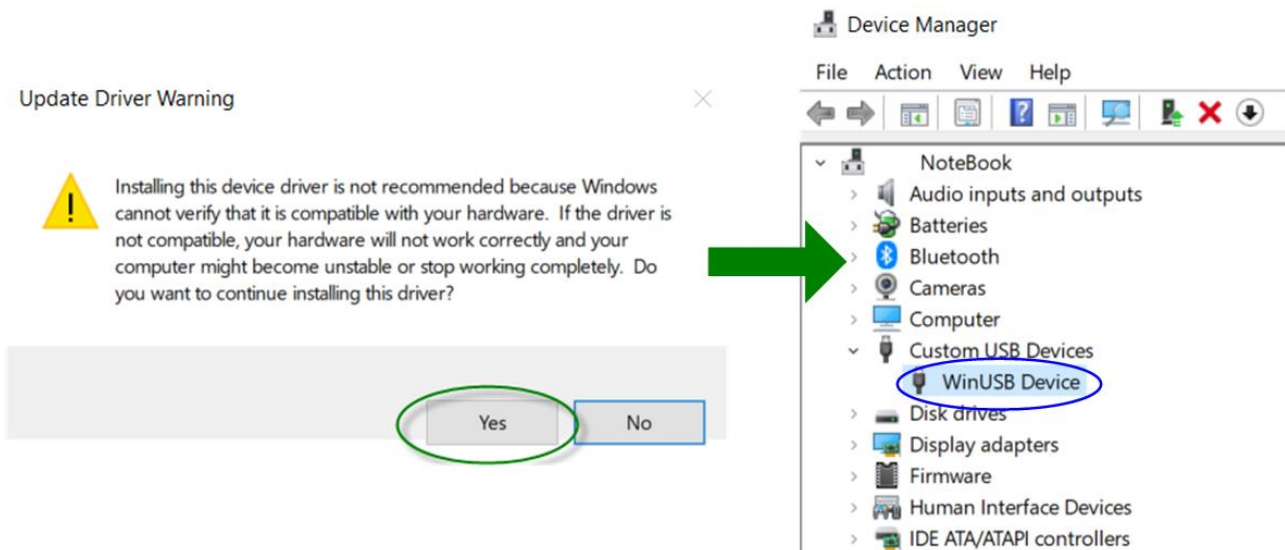

図 18 デバイスドライバのインストール完了
8. 図 18 のような警告ダイアログが表示されますが「はい」を押してデバイスドライバのインストールを完了します。インストール後は「WinUSB device」としてデバイスマネージャに検出されます。